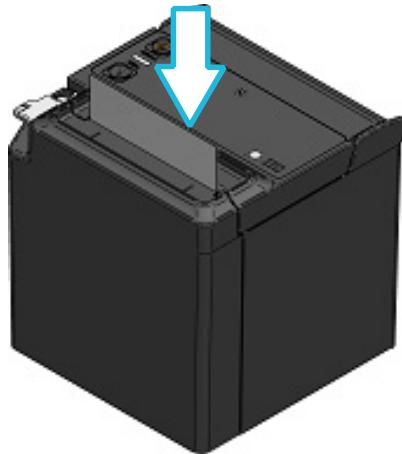

図 8-7 ペーパカバー（上排出）
- ⑤ 図 8-7、図 8-8の矢印部分をしっかりと押し、片閉まりしないようにペーパカバーを閉めてください。